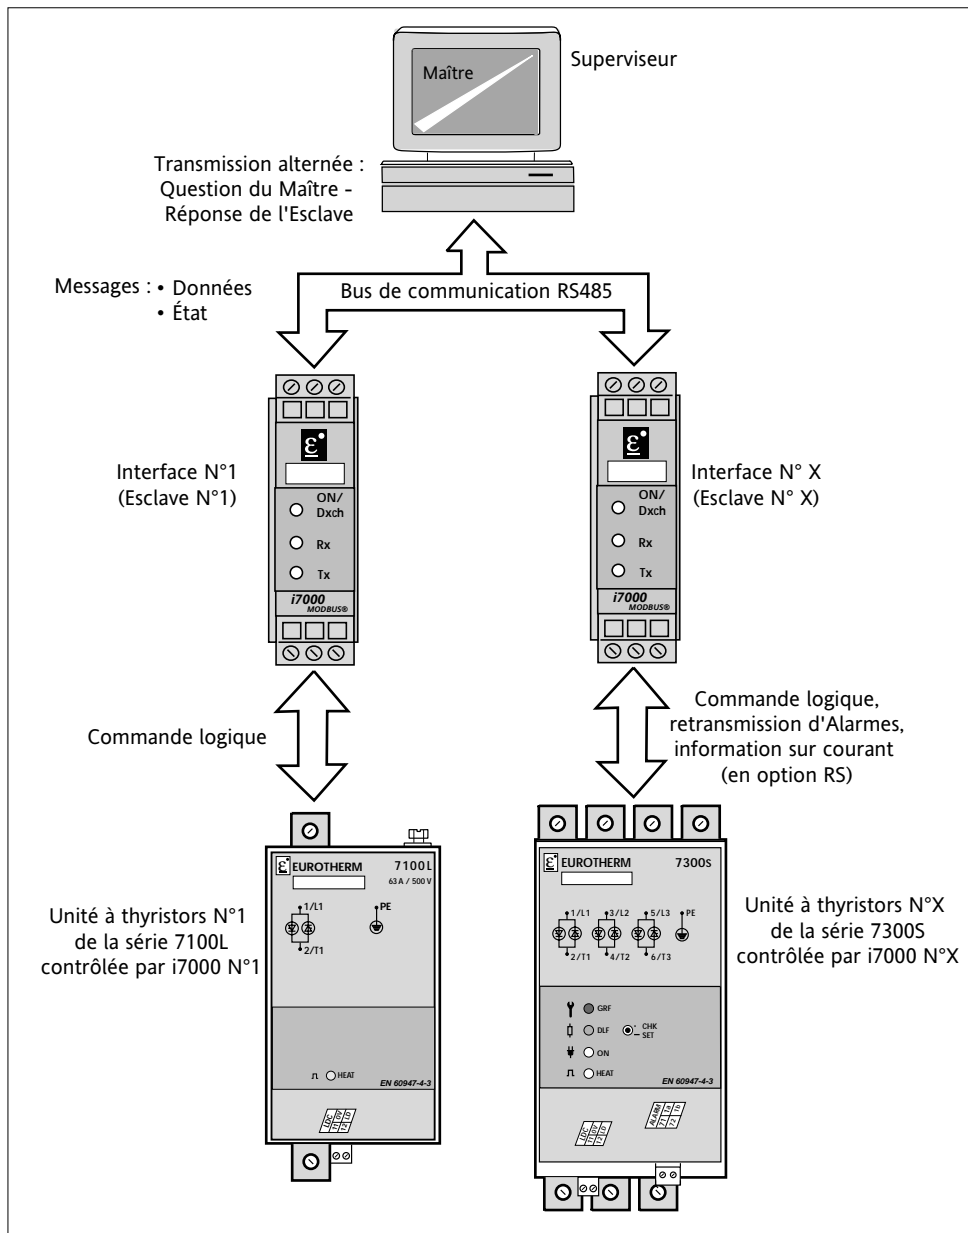

Figure 3-1 Exemple de l'organisation de la communication
- de surveiller tous les paramètres de fonctionnement par le Superviseur (voir figure 3-1).